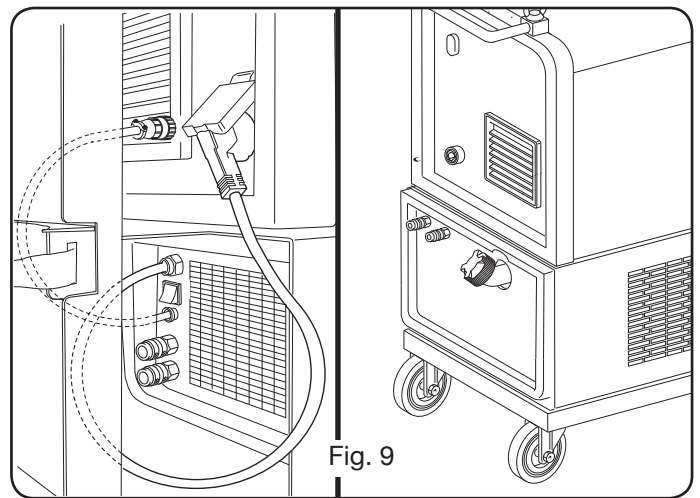

Fig. 9
3.5 MONTAJE DEL GRUPO DE REFRIGERACIÓN (ART. 1683 - ENTREGADO BAJO PEDIDO PO ART. 306-308-315 Y 316) (Fig. 9)